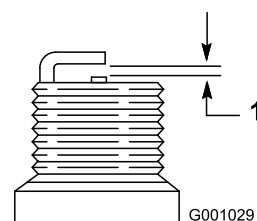

Figure 37
- Réglez l'écartement des électrodes de la nouvelle bougie à 0,76 mm (0,030 po), comme montré à la Figure 37.